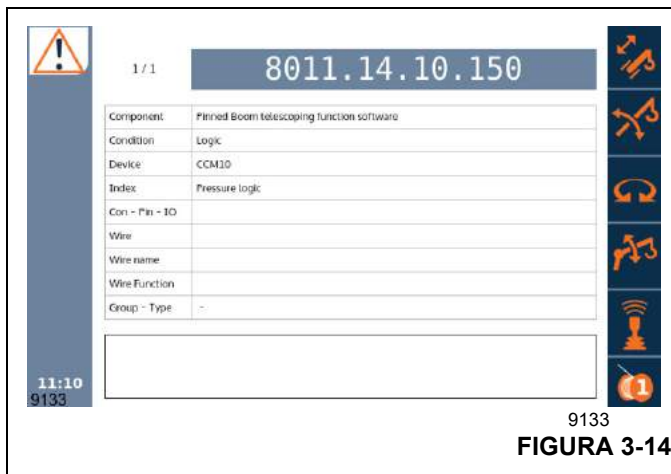

FIGURA 3-14
3. El visor de códigos de error de ODM (Figura 3-14) se abre.